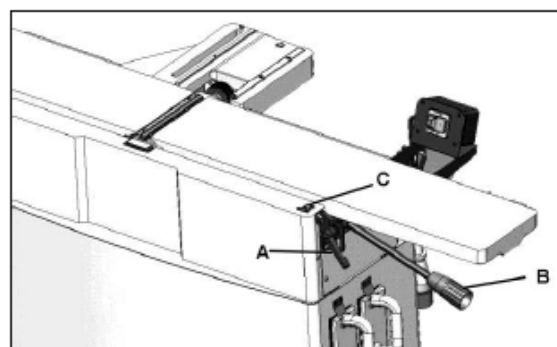

Рис. 21
6. Поднимайте стол подачи до тех пор, пока он не коснется поверочной линейки. Чтобы поднять стол подачи, ослабьте ручку фиксации (А, Рис. 21) и поднимите регулировочный рычаг (В, Рис. 21). Когда стол коснется поверочной линейки, затяните ручку фиксации (А, Рис. 21).
7. Опустите стол подачи, ослабив ручку фиксации (А, Рис. 21) и надавив на рычаг (В, Рис. 21).